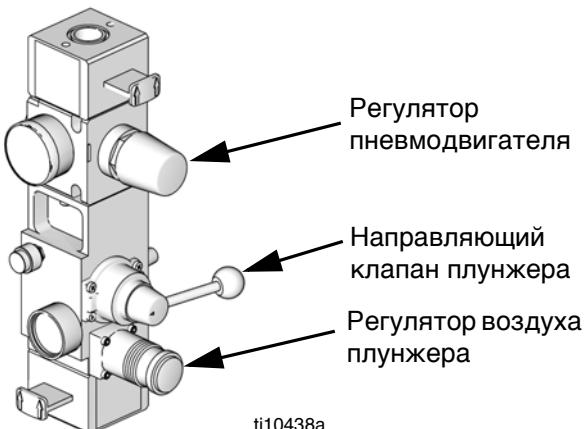

Рис. 7
10. Для регулировки скорости насоса и давления жидкости используйте регулятор пневмодвигателя (см. Рис. 7). Всегда используйте минимальное давление воздуха, необходимое для получения нужных результатов. Высокое давление может привести к преждевременному износу наконечника/насадки и насоса.